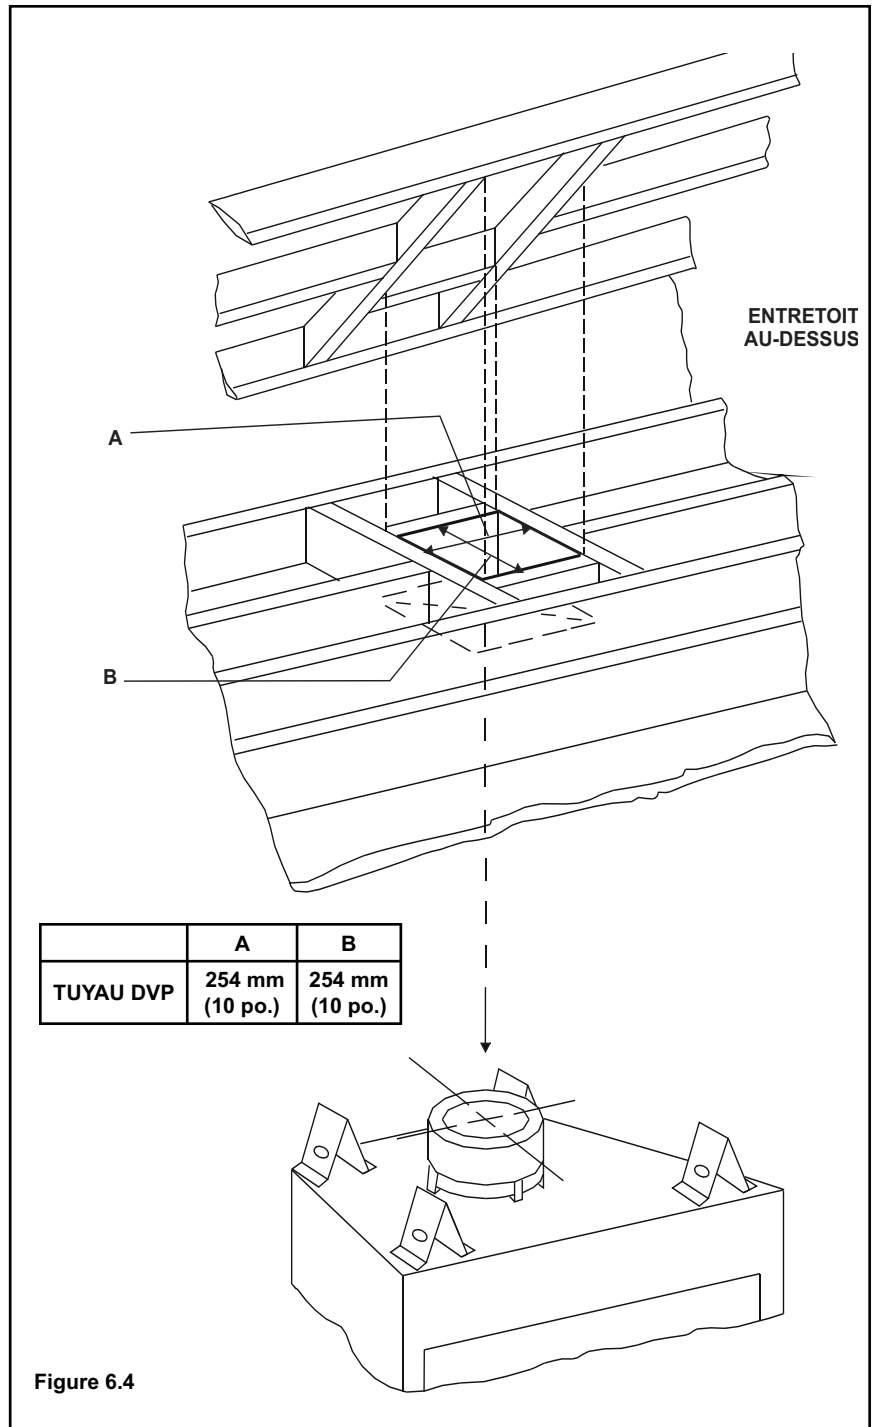

Figure 6.4
- Charpentez une ouverture de 254 mm x 254 mm (10 po. x 10 po.) pour chaque pénétration de plafond/plancher (voir Figure 6.4).